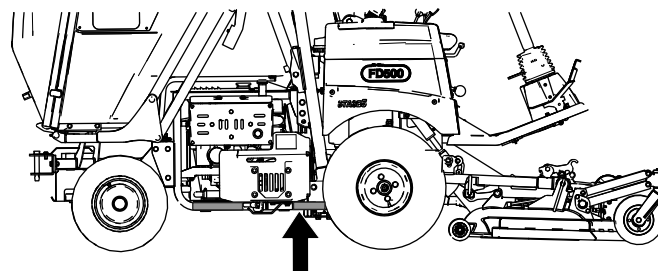

Figura 33
2. Collocate un martinetto sotto al tubo del telaio (Figura 33 e Figura 34), direttamente sotto al tubo del sistema di protezione antiribaltamento (ROPS) o nella posizione più vicina possibile.